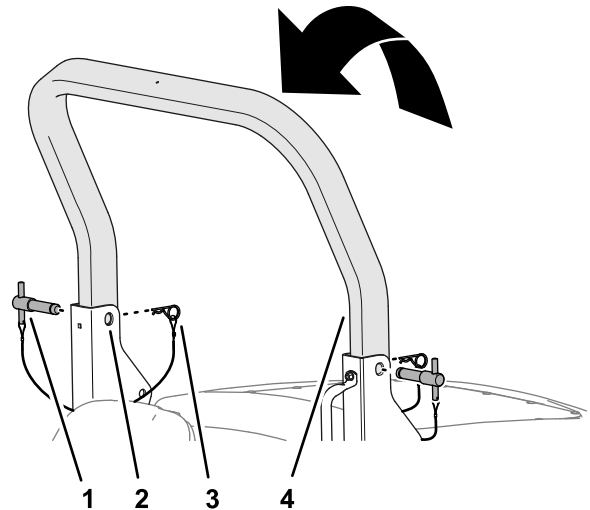

Bild 24
3. Heben Sie den oberen Überrollbügel an, bis die Löcher im Überrollbügel auf die Schwenkhalterungen ausgerichtet sind (**Bild 24**).
4. Führen Sie die Überrollbügelstifte durch die oberen Löcher der Schwenkhalterungen und des oberen Überrollbügels (**Bild 24**).
5. Sichern Sie die Überrollbügelstifte mit den Splinten an den Schwenkhalterungen (**Bild 24**).